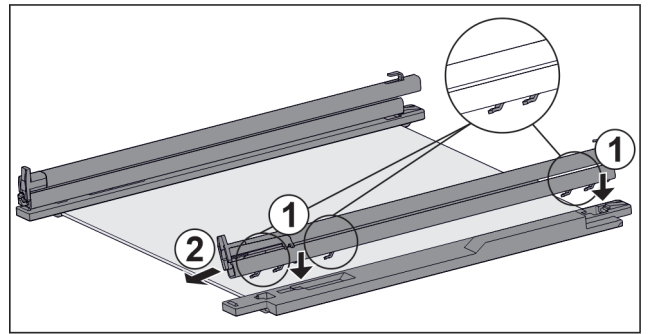

Fig. 63 Ripiano in vetro con guide e fermi
- ▶ Inserire il gancio della guida sulle aperture del **gancio** sinistro. Fig. 63 (1)
- ▶ Tirare la guida in avanti. Fig. 63 (2)
- ▶ Inserire il gancio della guida nelle aperture del **gancio** destro. Fig. 63 (1)